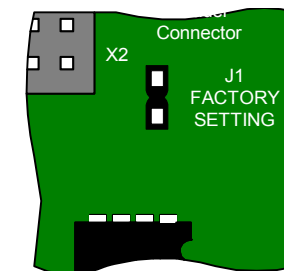

Рис. 5.1
2. Установите перемычку J1 (рисунок 5.1).